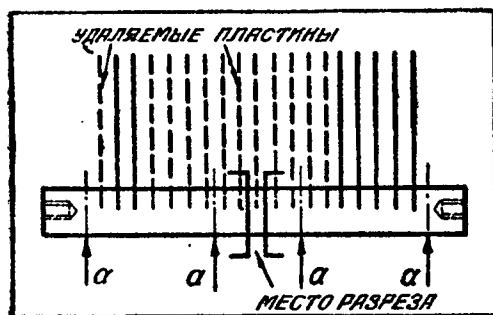

Рис. 3. Разбивка статора на две неравные части для к. в. приемника
1) На стр. 17, 7-я строка сверху, вместо «рис. 2» следует «рис. 3».
2) На стр. 18 — в схеме рис. 3, конденсатор  $C_1$  должен быть переменным. Переключатель  $P_1$  своей подвижной частью должен быть присоединен к проводу между « $L_1$ » и « $C_1$ ».